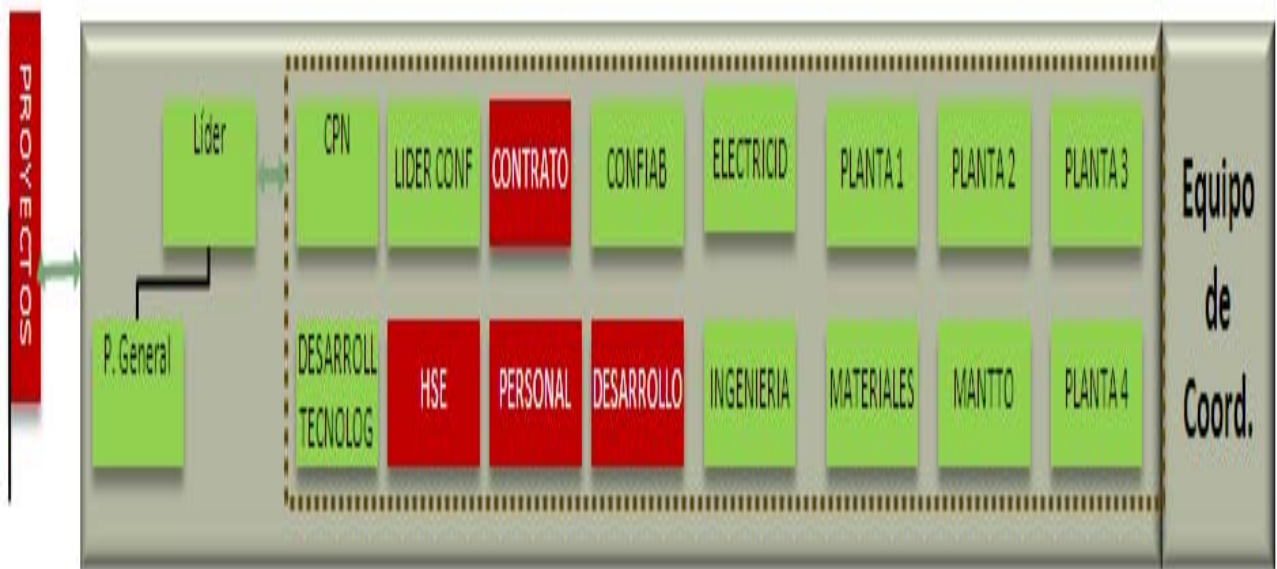

Figura 2. Estructura del equipo de Coordinación de una parada de plantas.
**Equipo De Coordinación:** gerencia la parada de planta y toma decisiones sobre costos, duración y alcance (Figura 2).